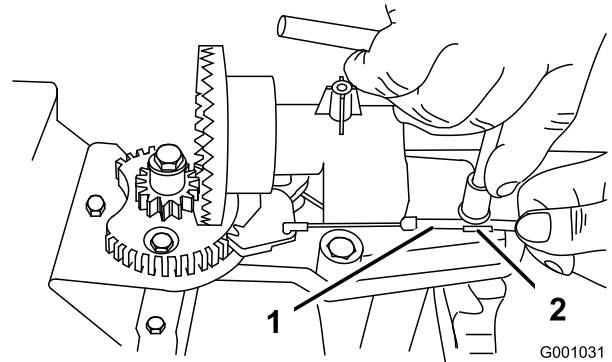
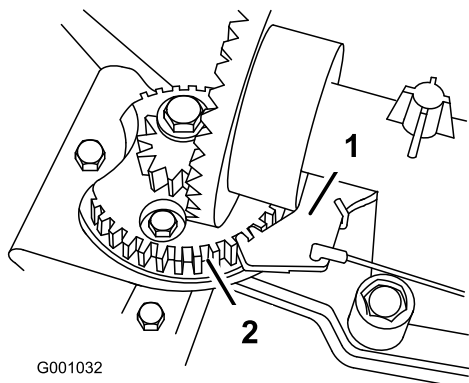

Figura 50
Figura 51
2. Afloje el perno de la abrazadera (Figura 50).
3. Sujete la cubierta del cable y muévala hacia la parte delantera de la máquina hasta que el trinquete se engrane completamente en los dientes del engranaje (Figura 50 y Figura 51).
Nota: El trinquete está tensado por muelle, y se enganchará solo en los dientes del engranaje (Figura 51).